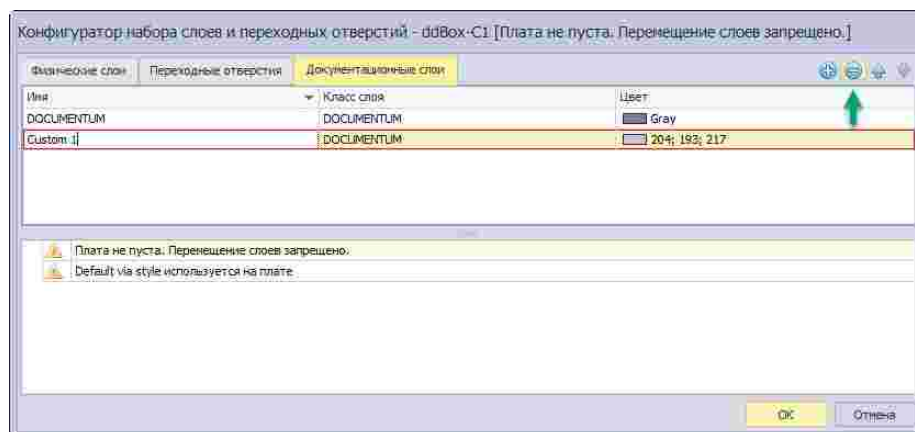

Рис. 28 Удаление документационного слоя
3. Нажать на кнопку удаления документационного слоя , которая расположена в верхней правой части окна редактора, см. Рис. 28.